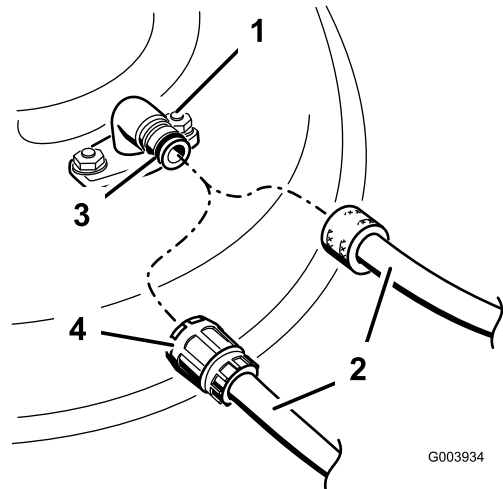

Figura 54
3. Conecte el acoplamiento de la manguera al extremo del conector de lavado del cortacésped, y abra el grifo al máximo (Figura 54).